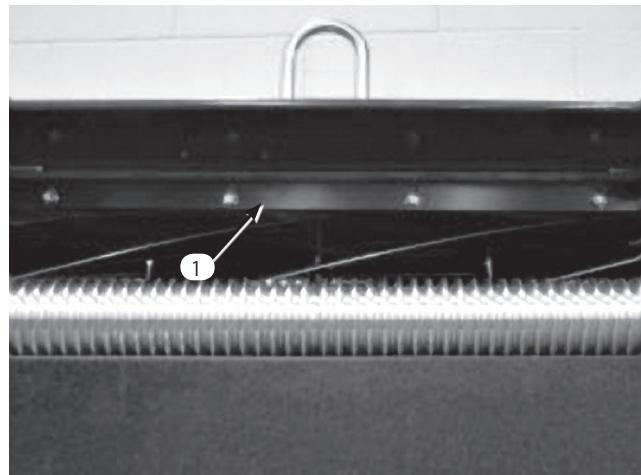

図16
1. バー（図16）をカッティングユニットに固定しているネジをゆるめる。